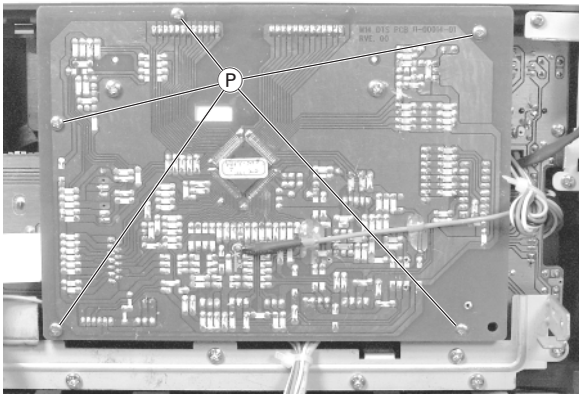

Fig. 11
- 5 Schrauben (P) herausschrauben (Fig. 11) und Steuerungsplatte herausnehmen.
- Undo 5 screws (P) (Fig. 11) and remove the Control Board.